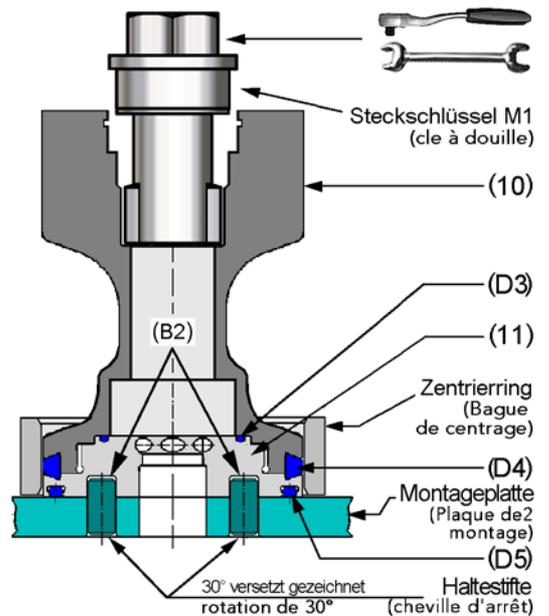
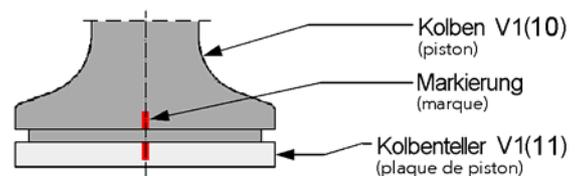

Fig. 3
Fig. 4
- Démontez la bague d'étanchéité (D4) le joint torique (D6) et la plaque de piston V2 (12).
- Dévisser les vis hexagonal (16).
- Pousser la lanterne (14) en direction de « X » jusqu'à ce que l'orifice (B1) soit visible.
- Fixer la plaque de montage M6 avec les goupilles d'arrêt dans les orifices (B2) de la plaque de piston V1 (11) et bloquer avec la clé à ergots M4 par contre-pression sur l'orifice (B1). Dévisser la plaque de piston V1 (11) avec le piston V1 (10).
- Pousser l'insert (7), le joint de tige (D1) et la douille de palier (8) à partir du piston V1(10) vers la plaque de piston V1(11).
- Dévisser le piston V1(10) de la plaque de piston V1(11) à l'aide de la clé à douille M1 (voir Fig. 3 page 8).
- Démontez le limiteur de course (15).
- Visser manuellement la plaque de piston V1(11) sans la bague d'étanchéité dans le piston V1(10) jusqu'à la butée métallique.
- Procéder au marquage en couleurs des surfaces du piston (voir Fig. 4 page 8), puis démonter.
- Monter la bague d'étanchéité (D4) sur le piston V1(10) et visser manuellement la plaque de piston V1(11) dans le piston V1(10).
- Serrer la plaque de montage dans l'étau et fixer la plaque de piston V1(11) avec le piston V1(10) (voir Fig. 3 page 8).
- Placer la clé à douille M1 sur le piston V1(10) (Fig. 3 page 8) et visser jusqu'à la butée métallique (Fig. 4 page 8).
- Monter le plateau de piston V2(12) sans la bague d'étanchéité dans le piston V2(13) jusqu'à la butée métallique.
- Procéder au marquage en couleurs sur les surfaces du piston (Fig. 4 page 8) puis démonter.
- Placer la bague d'étanchéité (D4) dans la plaque de piston V2(12) et la monter dans le piston V2(13).
- Visser le piston V2(13) dans le piston V1(10) jusqu'à la butée métallique.